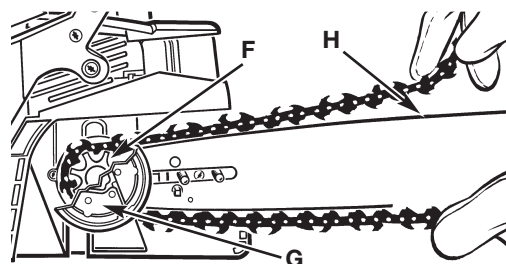

Fig. 25
2. Faire passer la chaîne autour du pignon (F), derrière l'embrayage (G). S'assurer que les maillons s'engagent entre les «dents» du pignon (Fig. 25).
3. Engager les maillons d'entraînement dans la rainure (H) du guide-chaîne (Fig. 25).